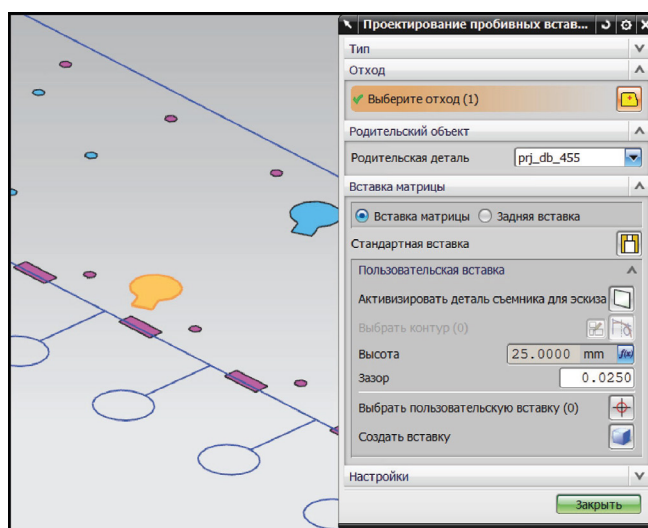

Рис. 8.10. Создание матрицы для второго отхода
14. Запустите функционал проектирования пробивных вставок. Выберите данную единицу отхода. Укажите родительский компонент *prj\_db\_455* (рис. 8.10).